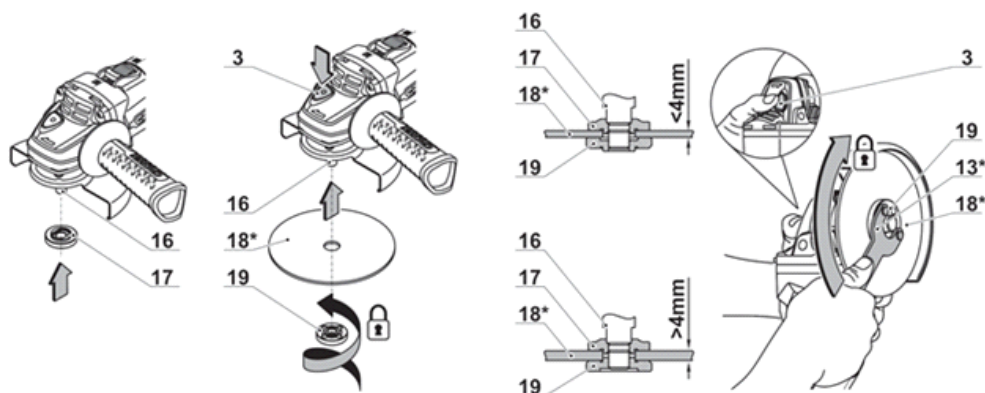

Рис. 4
Монтаж отрезного / обдирочного диска (см. рис. 4)
- Установите на шпindelь 16 фланец 17 (см. рис. 4).
ВНИМАНИЕ: при монтаже принадлежностей толще 4 мм зажимную гайку 19 необходимо перевернуть (см. рис. 4).